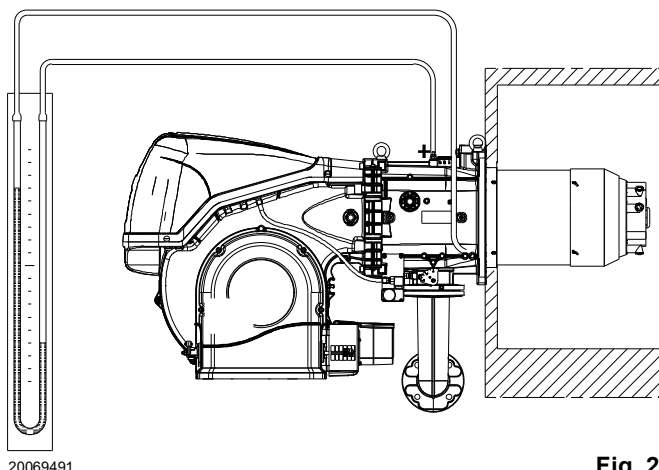

Fig. 29
- Montați un manometru de tip U sau diferențial (Fig. 29), cu priza (+) pe manșonul de presiune a gazului și (-) în camera de ardere.